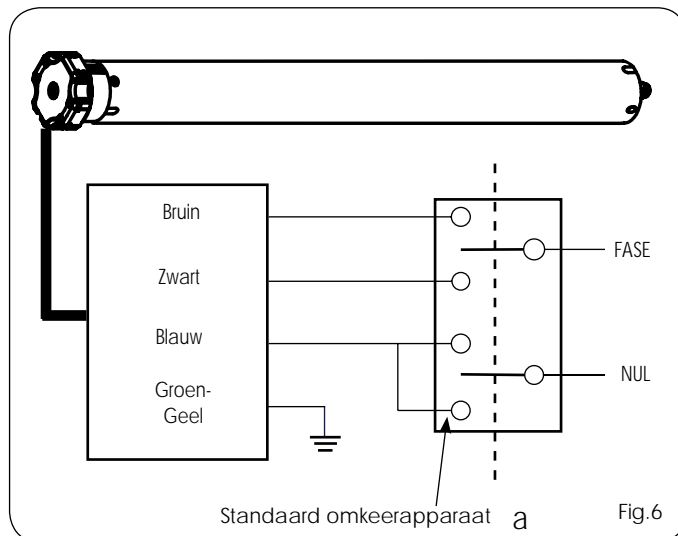

Fig.6
- 5) Als de draairichting niet juist is, moet de voeding worden uitgeschakeld en moeten de zwarte en de bruine draad op de wisselschakelaar worden verwisseld (Fig.6 ref. a). Controleer vervolgens de werking weer.